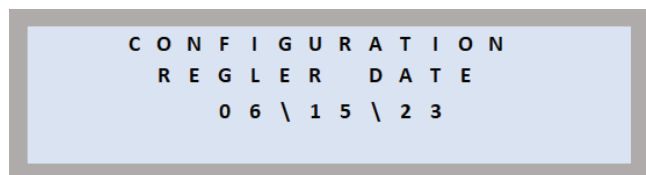

Figure 51
- Le logiciel enregistre les paramètres de la date et vous fait revenir à l'écran par défaut de la configuration de la date (05/11/25). La date affichée sur cet écran (voir Figure 51) est toujours 05/11/25. La nouvelle date définie n'apparaîtra pas sur cet écran, mais sera affichée sur tous les autres écrans avec une date, tels que l'écran titre et les écrans Test.